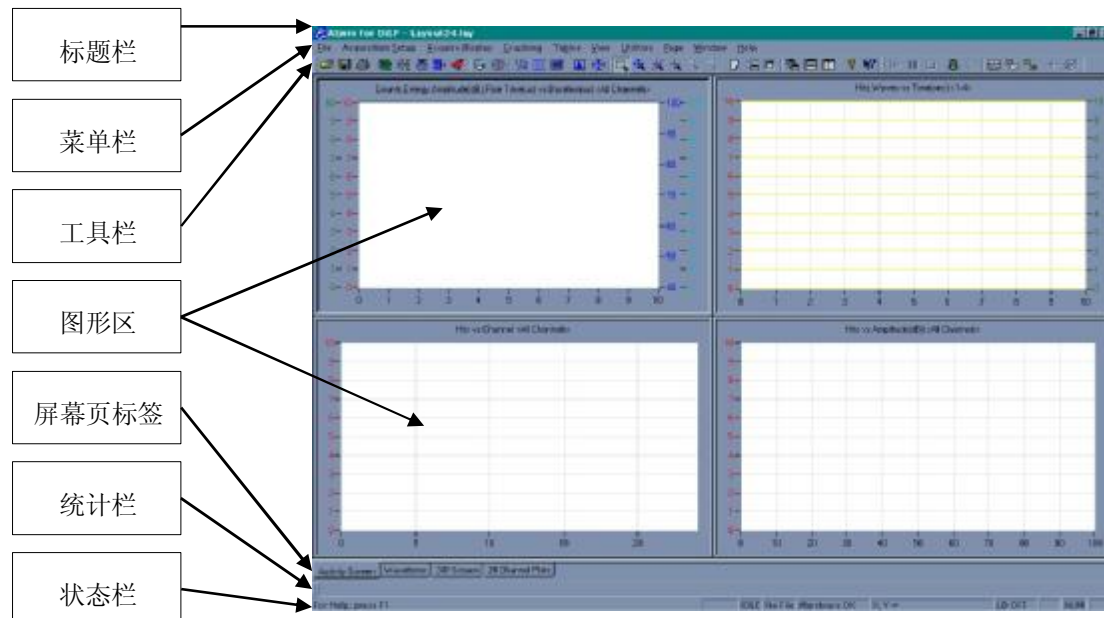

图 8. AEwin 启动后界面
这个启动步骤通过调用 AEwin.exe 可执行程序实现。一旦 AEwin 软件调入运行，程序会自动在“AE DATA”路径中寻找缺省的 Layout 设置文件“Layout.LAY”，找到并调入这个文件后，完成所有相关的设置同时按照文件中的设置信息准备运行 AEwin。如果没有 Layout.LAY 文件，AEwin 通常会自动选择一个一般的缺省设置准备运行。AEwin 启动后界面如图 8 所示。
图 8 显示一个典型的 4 屏幕页的 AEwin 屏幕布局。图形区的上下区域反映如状态、设置或工具栏等不同信息，每一栏均有各自的标签名。基于程序的参数选择，可能会看到或看不到一些栏目。主菜单栏中的“View（显示）”菜单控制这些栏目的显示与否。下面是 AEwin 显示屏幕中每个区域的简短描述。通过本节你将熟悉相关设置布局及全部功能，以后的章节会给出每一个功能详细描述。
**屏幕页标签：**AEwin 能够显示在不同的图形屏幕中，这些屏幕称作屏幕“页”或图形“页”，由位于图形区下面的与显示屏幕相关联的页标签指示。页标签可根据图形主题同步命名，如图 8 所示的 4 个页标签的名称：Activity Screen（活动屏幕），Waveform Screen（波形屏幕），3D Screen（3D 屏幕）及 24 channel plots（24 通道图）。使用鼠标右键单击一页标签处，将显示一个关于页的增加、插入、删除或重命名等的‘context（上下文）’菜单，这个菜单也是一个增加新图或关闭已存在图形的快速方式。
**状态栏：** 状态栏提供关于 AEwin 及试验状态的有用信息，左侧是一个文本框提供关于完成功能的状态及帮助信息。靠近中间是状态条，如图 8 中的单词“Idle（空闲）”显示在其中。其它状态信息如“Test Paused（试验暂停）”，“Replay（重放）”，“Test Stopped（试验停止）”，“Test Active（试验中）”，“Abort Test（终止试验）”等显示在这些文本区中。后面的试验状态区是一个文件名区，显示用户重放的文件名或当前声发射试验的存储文件名。后面是系统诊断文本区，图 8 中其中显示的是“Hardware OK（硬件 OK）”。后面是光标位置坐标，显示当前图形中的光标定位。使用时，其中 X, Y 位置将显示实际屏幕坐标单位。
在打开的屏幕中（图 8），请注意屏幕顶部的主菜单栏。这个区域显示如下图，下面内容有每个主菜单项的功能描述。这些菜单的简要介绍将指导用户完成或重放一个试验及其步骤。